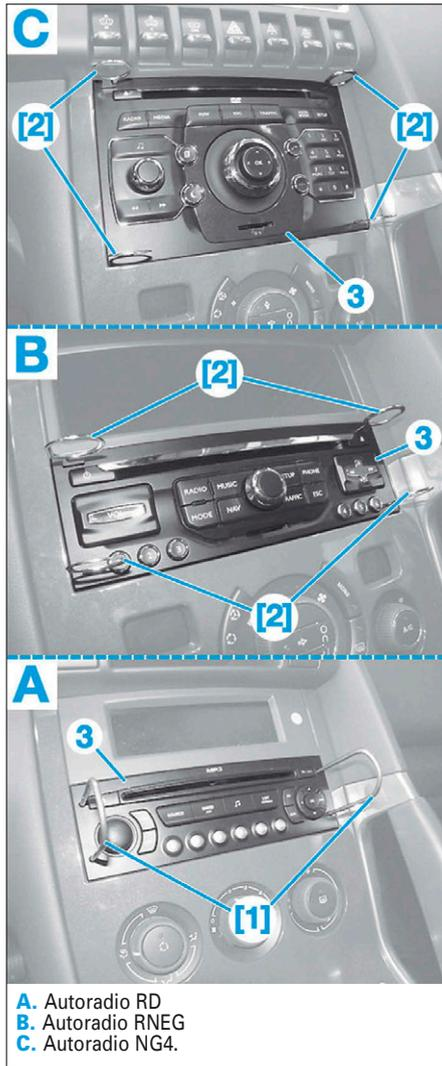

FIG. 28
• Déposer l'autoradio (3) avec l'outil [1] ou [2] (selon la version de l'autoradio) (Fig.28).